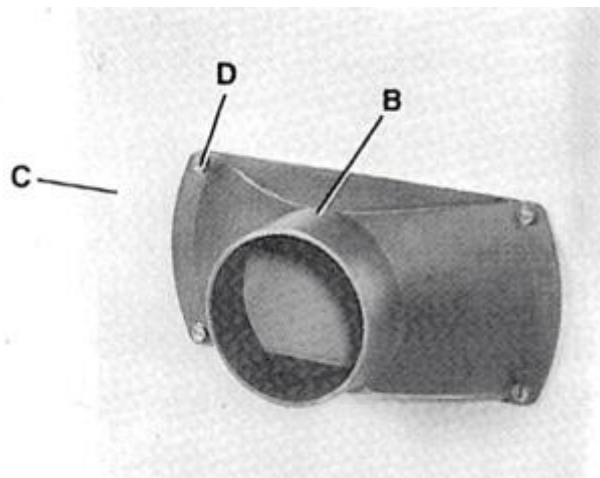

Рис. 19 Аспирационный патрубок
Но если необходим сбор пыли, то к стойке станка можно подключить аспирационный патрубок для сбора пыли и стружки (В) – Рис. 19 с помощью четырех винтов (D), как показано на Рис. 19.